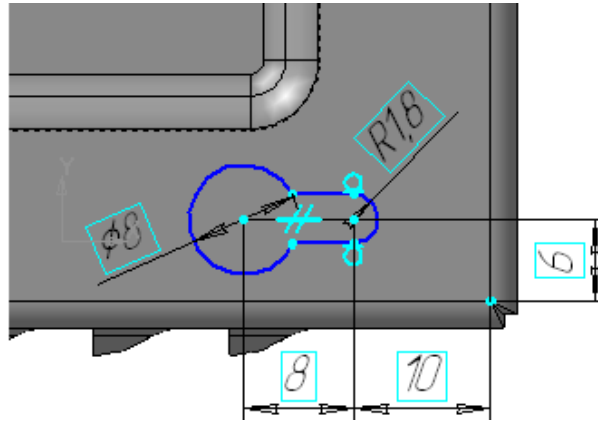

Рисунок 73.
- Войдите в режим редактирования эскиза, измените значения существующих размеров и проставьте дополнительные (рис. 73).